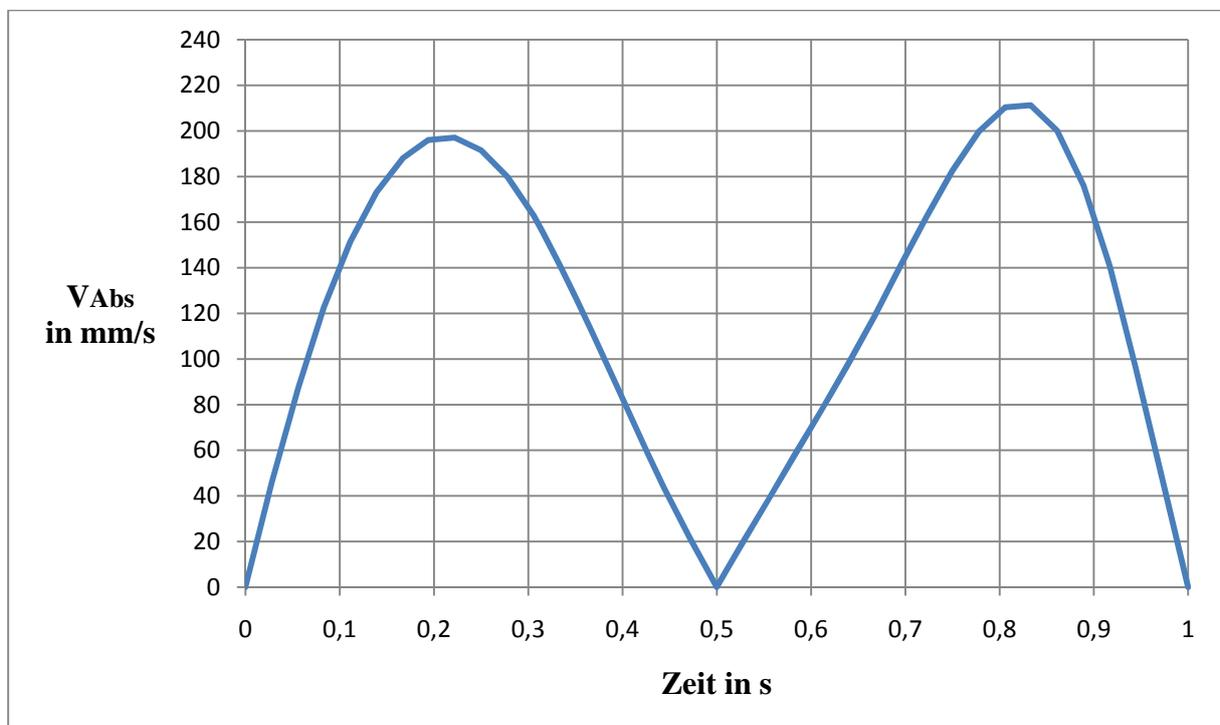

Abb. 10: Verlauf von v über t
6. Ergebnisse in Excel exportieren \rightarrow Diagramm erstellen (v über t) \rightarrow Abbildung 10